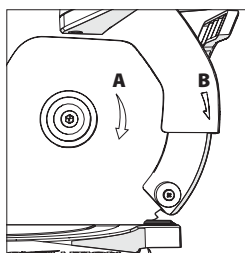

Fig. 29
Asigurați-vă că săgeata care indică direcția de rotire de pe disc (A) se potrivește săgeții de rotire în sens orar de pe scutul superior (B) (Fig. 29).